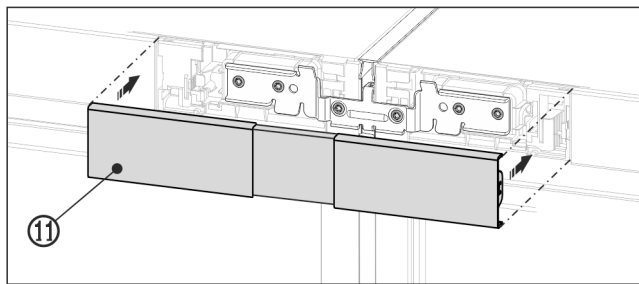

Fig. 19 Zobrazení příkladu
- Horní kryt Fig. 19 (11) zatlačte do západek ještě otevřeného prostoru mezi oběma ovládacími panely. Dbejte na to, aby vnější strany krytu lícovaly s krytkami ovládacích panelů.